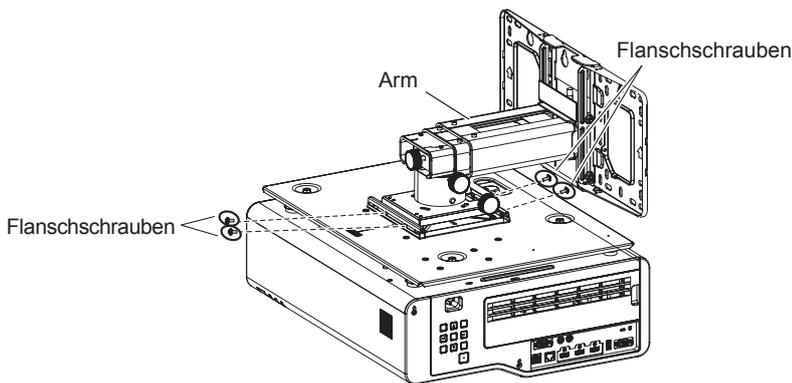

Abb. 4
- 4) **Befestigen Sie die Projektormontagehalterung mit den vier mitgelieferten Flanschschrauben (M4 × 10) an der Wandmontagehalterung. (Abb. 4)**